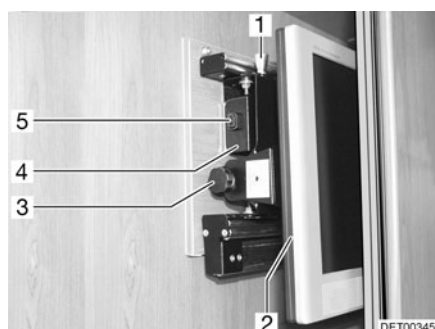

Fig. 65 Meuble télévision
- Appuyer sur le bouton de déverrouillage (Fig. 65,5) et tirer le support de l'écran plat jusqu'à la butée vers l'avant, à l'aide de la poignée (Fig. 65,4).
- Tirer le bouton de déverrouillage (Fig. 65,1) et faire pivoter l'écran plat (Fig. 65,2) dans la position souhaitée.
- Desserrer la vis moletée (Fig. 65,3).